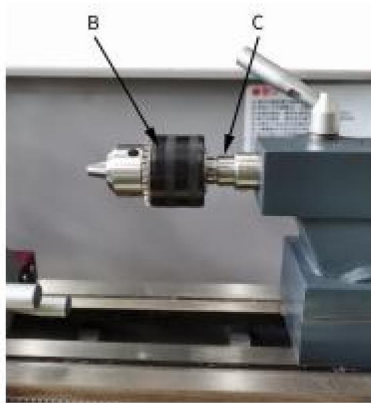

Figura 28
Utilice el portabrocas para sujetar las brocas de centrado y las brocas helicoidales en el contrapunto (B) (Figura 28)